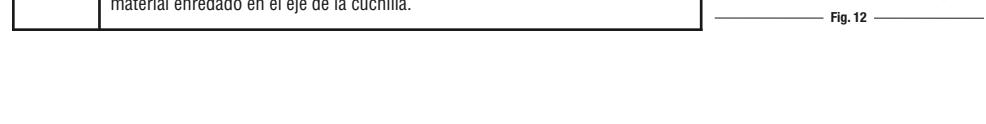

Fig. 12
- Introduzca la unidad en el material a cortar balanceándola de izquierda a derecha (Fig. 12).